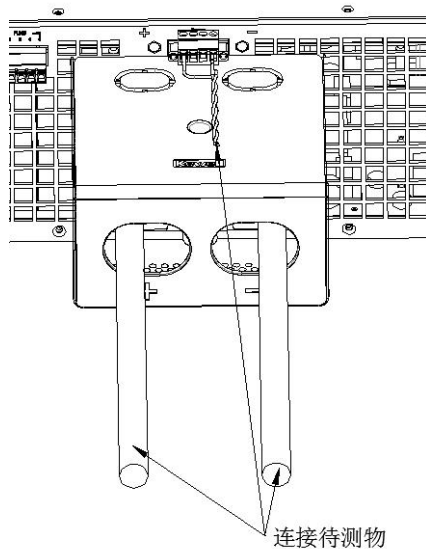

图 2-5 远端感测连接示意图
(1) 远端感测连接口位于后背板的直流输出端子的正上方。
(2) 正确的连接“Sense”可确保输出电压即为设定电压，本产品最多可补偿 3.75%满量程电压的压降。
(3) 远端感测导线需使用双绞线连接，连接方法如图 2-5 所示，连接线的线径一般使用 22AWG，且耐压符合要求。
(4) 远端感测导线需要正确的连接在输出直流端子上，或负载待测物的输入端，即“+”端连接至电源输出端子的“+”或连接待测物输入的“+”端；而“-”端连接至电源输出端子的“-”或连接至待测物输入的“-”端。若极性接反，会导致输出电压降为 0，且会提示设